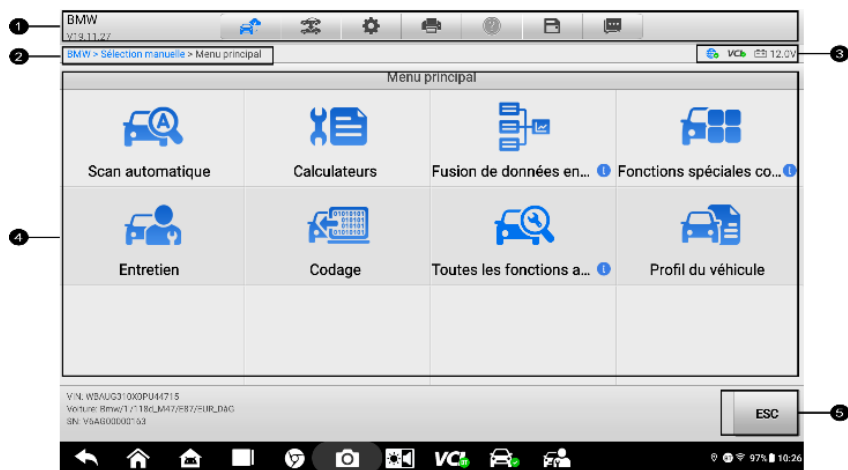

Figure 4-5 Écran du menu principal
L'écran du menu principal (voir Figure 4-5 Écran du menu principal) permet aux utilisateurs d'effectuer des fonctions de lecture, d'effacement ou de diagnostic automobile complet, etc. Une fois la fonction sélectionnée, la tablette établira une communication avec le véhicule via le dispositif VCI et accédera au menu de fonction ou au menu de sélection correspondant à votre choix.
1. Appuyez sur le bouton de l' **application Diagnostics** dans le menu Tâches MaxiSys. Sélectionnez les informations du véhicule correspondant et accédez à l'écran du menu principal. (Voir Figure 4-5 Écran du menu principal.)